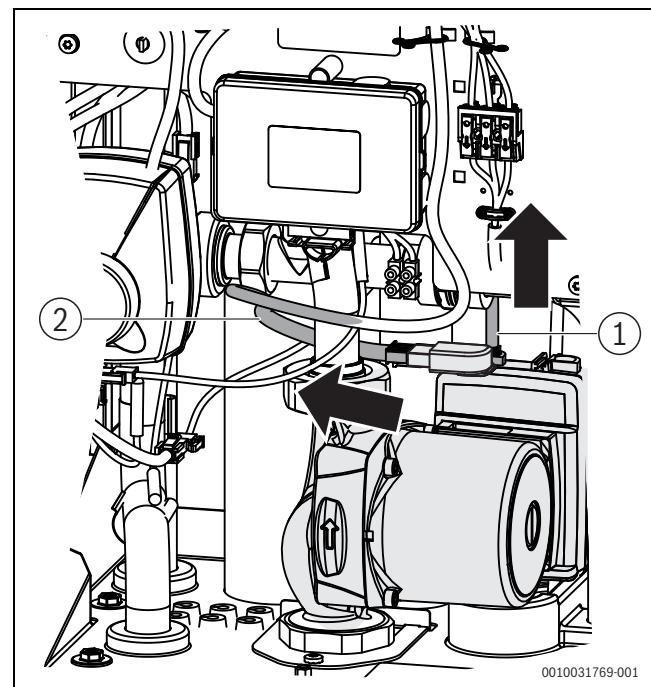

Fig. 41 Disinserimento della spina
- ▶ Staccare dal circolatore i 2 connettori (alimentazione elettrica e segnale) (→fig. 41).